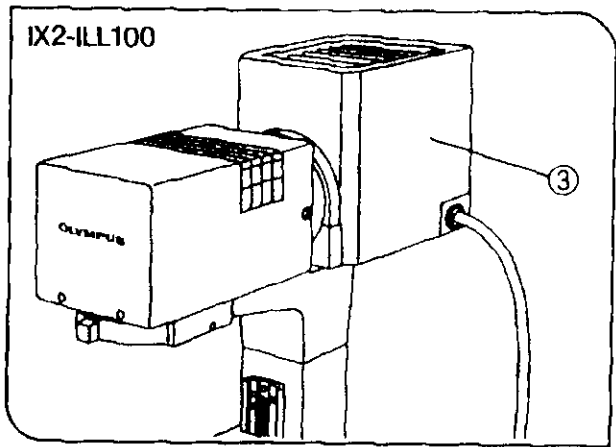

图 3
6. 更换光源灯泡前，请把主开关拨到“O”（关），然后从墙上电源插座上拔下电源线，以免触电或着火。在使用中或刚刚使用后，如要更换灯泡，在接触前，要等灯室(3)和灯泡完全冷却。（图 3）